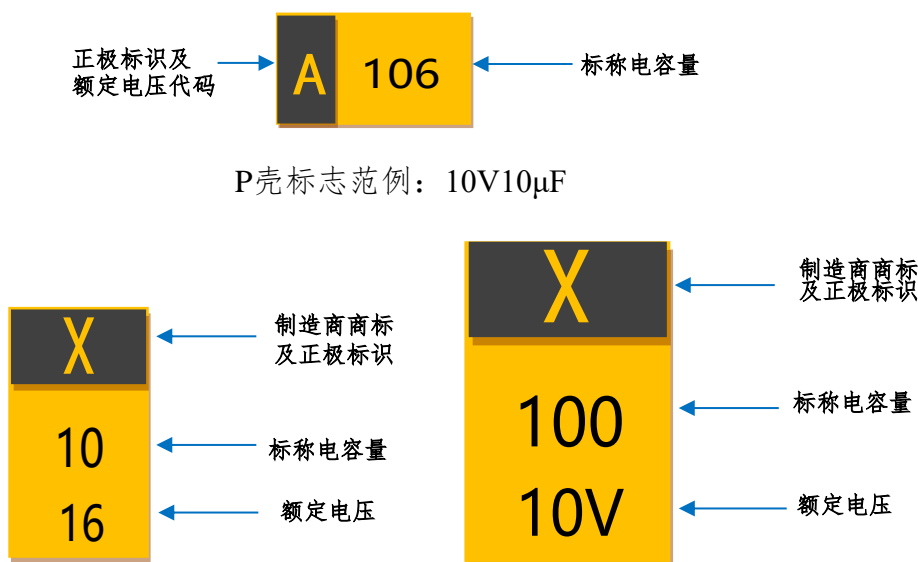

图2 钽电容器的标志示意图
- (1) 制造商商标及正极标识
- (2) 标称电容量
- (3) 额定工作电压
5.2 标志说明（见图2）